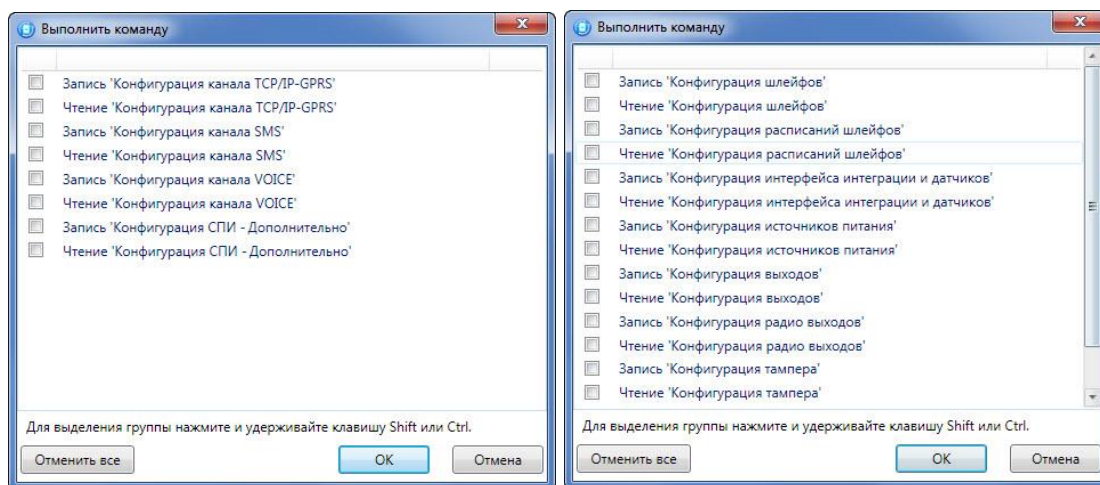

Рисунок 4.44 — Окно *Выполнить команду* (а — конфигурация SPI, б — конфигурация ППК)
- **Выполнить команду:** открытие окна *Выполнить команду* (см. рисунок 4.44), с помощью которого могут быть записаны или считаны отдельные группы параметров (актуально при медленной скорости передачи данных или тарификации по объему передачи данных).